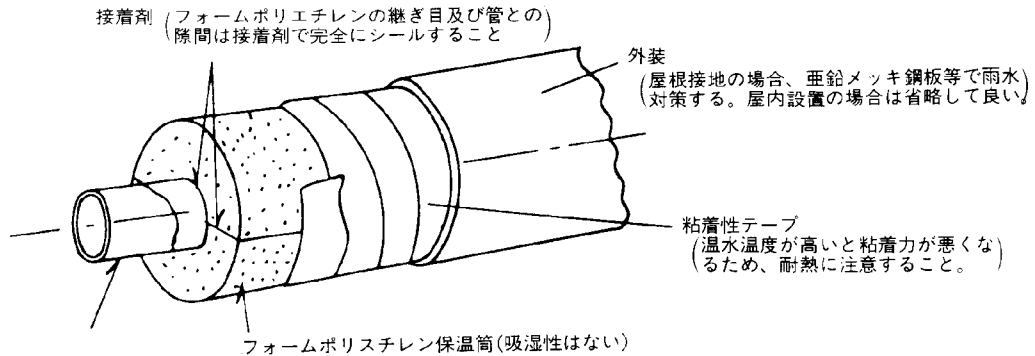

図2-16 フォームポリスチレン保温筒による断熱施行例
2) CAHの場合は、フォームポリスチレンの保温筒を利用するのが工事も容易であり、一般的である。図2-16に施行例を示す。